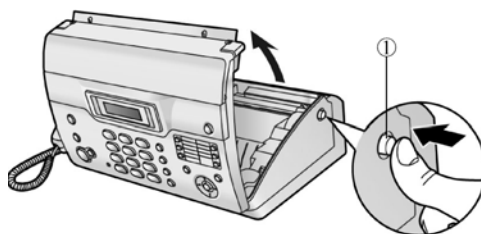

图 3-13 打开传真机顶盖
(2) 传真机安装。
① 按下顶盖开盖钮 (①)，打开顶盖，如图 3-13 所示。
- ① 断开电源线和电话线。
- ② 按下顶盖开盖钮（①），打开顶盖，如图 3-13 所示。
① 记录纸卡纸检修，具体步骤如下：
- 按下顶盖开盖钮 (①)，打开顶盖，如图 3-13 所示。